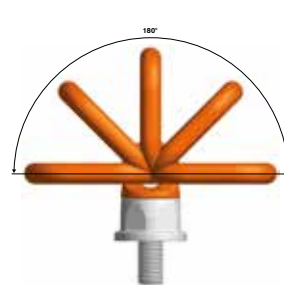

Bild. 1: tillåtet
Max last: Max last enligt testcertifikat respektive lasttabell för olika tillämpningar (enligt bild 1).
Annat: Även om den övre delen är kullagrad och roterbar 360° bör du före användning justera ögla i rätt riktning för spänning (bild 1). Detta gäller särskilt vid lyft med flerbenssling.
- Belasta endast i den angivna riktningen (se bild 1) med WLL enligt tabell.
- Spänningsriktningen inte är enligt bild 1.